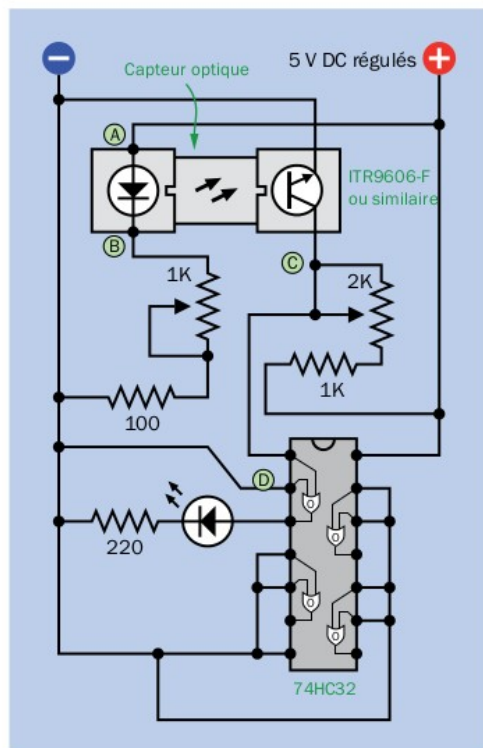

Figure 31-5. Schéma de test d'un capteur optique transmissif, utilisant une porte OR.
Sur la fig. 31-5, je suggère de tester le capteur en utilisant un circuit intégré quadruple OR à deux entrées. Les raisons de ce choix vont vous paraître claires au fur et à mesure des explications. Une vue du montage de ce circuit est représentée sur la fig. 31-6.
Réglez le potentiomètre de 1K de la fig. 31-5 à sa valeur maximale. (Mesurez-le avec votre multimètre avant de le placer sur la platine de montage, si vous avez un doute). Mesurez ensuite la tension entre les points A et B. Elle devrait se situer entre 1 VDC et 1,2 VDC.
- Chaque capteur a été tourné de 90° par rapport à sa position dans le schéma de test de la fig. 31-5. Je les ai orientés ainsi afin de minimiser les croisements des fils reliés au réseau de transistors Darlington. Faites attention de bien monter les capteurs en plaçant leur LED à droite, et non à gauche.